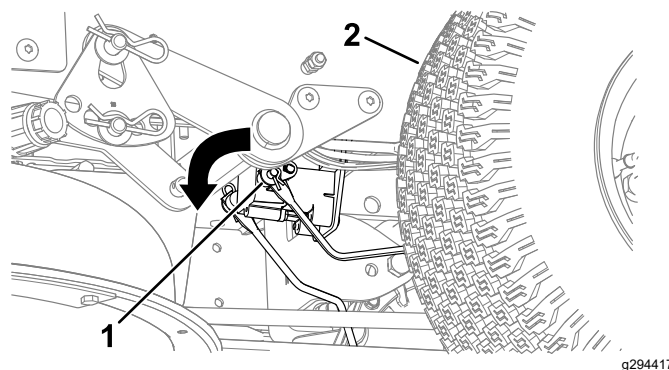

Figura 47
3. Localice el eje del freno eléctrico al que están conectados los brazos de enganche de los frenos (Figura 47).